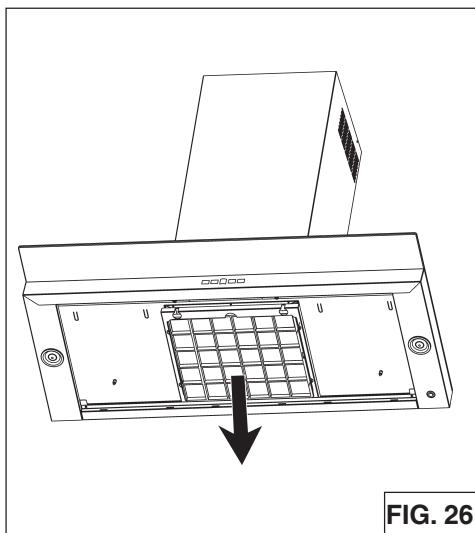

FIG. 26
1. Para quitar el filtro de CARBÓN, sujeté y empuje la pestaña del filtro hacia la parte de atrás de la campana. Estire el filtro hacia abajo para desacoplar las pestañas posteriores del filtro (Fig. 26).